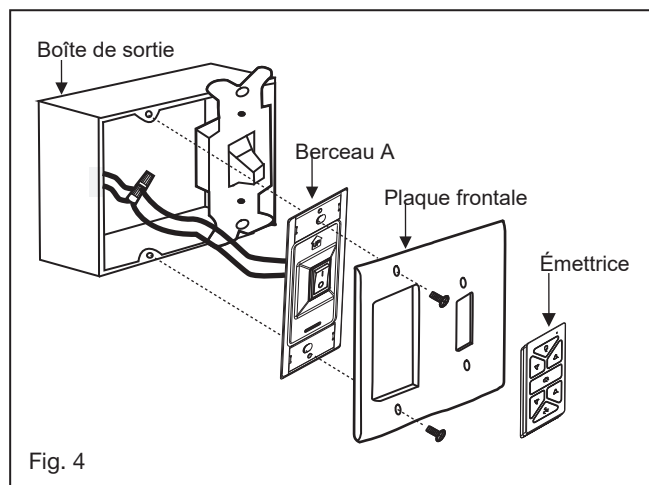

Fig. 4
REMARQUE : La languette opposée à l'ouverture du support de suspension doit s'insérer dans la fente de la boule. (Fig.4)
- 2 Connectez les fils noirs du commutateur dans le berceau A aux fils noirs dans le boîtier de commutation. Fil d'entrée chaud vers l'un des fils du commutateur du socle. Le fil d'alimentation du ventilateur est connecté au fil de l'interrupteur restant. (Fig. 4)
Un flux d'air VERS LE HAUT déplace l'air plus chaud hors de la zone du plafond, comme le montre la figure 4. Cela vous permet de régler votre unité de chauffage sur un réglage plus frais sans affecter votre confort.